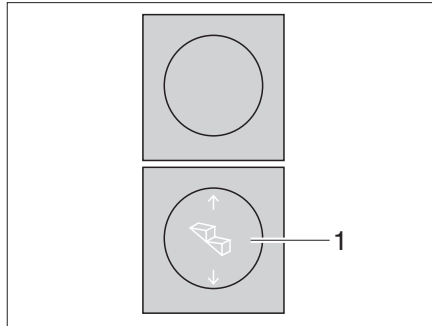

Fig. 1 Conmutador de mando de desescalón de entrada
- ▶ Pulsar el interruptor basculante (Fig. 1,1) por abajo hasta que esté completamente extraído el escalón de entrada.
- ▶ Pulsar el interruptor basculante (Fig. 1,1) por arriba hasta que haya introducido completamente el escalón de entrada.